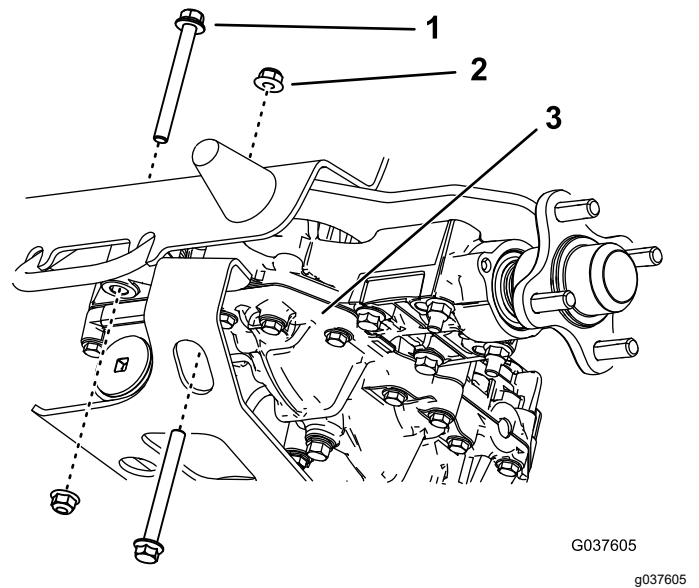

Figura 9
5. Retire os dois parafusos traseiros e as duas porcas do eixo da transmissão direito (Figura 9). Guarde as porcas.